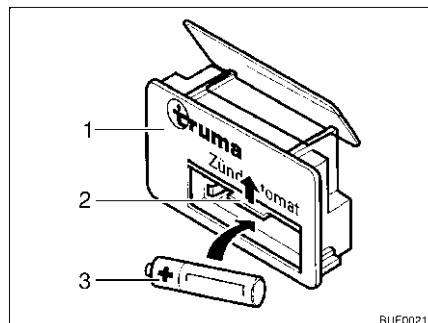

Fig. 84 Dispositivo di accensione
- Spingere la copertura (Fig. 84,2) del vano batteria sul dispositivo di accensione (Fig. 84,1) verso l'alto.
- Inserire una nuova batteria (Fig. 84,3) dello stesso tipo nel vano batteria del dispositivo di accensione rispettando la polarità (+/-). Utilizzare soltanto batterie Mignon resistenti alle alte temperature (+70 °C) e sicure da perdite.